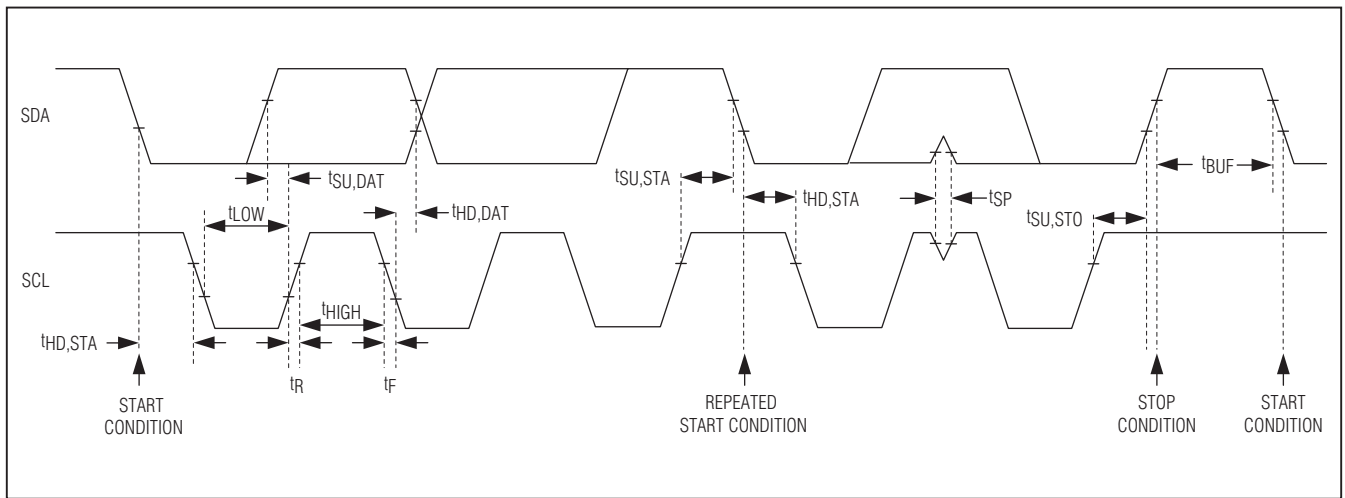

图3. 2线接口时序图
IC采用I2C/SMBus™兼容的2线串行接口，包括一根串行数据线(SDA)和一根串行时钟线(SCL)。SDA和SCL的时钟速率高达400kHz，方便了IC与主机之间的通信。图3所示为2线接口时序图。主机在总线上产生SCL并启动数据传输。主机发送相应的从地址，随后为寄存器地址，紧接着发送数据字，向IC写入数据。每个传输序列都由START (S)或REPEATED START (Sr)条件和STOP (P)条件打包成帧。发送到IC的每个字长为8位，其后是应答时钟脉冲。主机从IC读取数据时，发送相应的从地址，随后为9个SCL脉冲。IC通过SDA发送数据，与主机产生的SCL脉冲同步。主机在接收到每个字节数据后对其进行应答。每个读序列由START或REPEATED START条件、非应答和STOP条件打包成帧。SDA既是输入又是开漏输出，SDA总线需要一个上拉电阻，通常大于500Ω。SCL仅作为输入。如果总线上有多个主机，或者单主机系统中的主机具有开漏SCL输出，SCL则需要一个上拉电阻，通常大于500Ω。SDA和SCL线上的串联电阻可选，串联电阻有助于保护IC的数字输入免受总线上高压毛刺的损坏，并最大程度地降低总线信号的串扰和下冲。